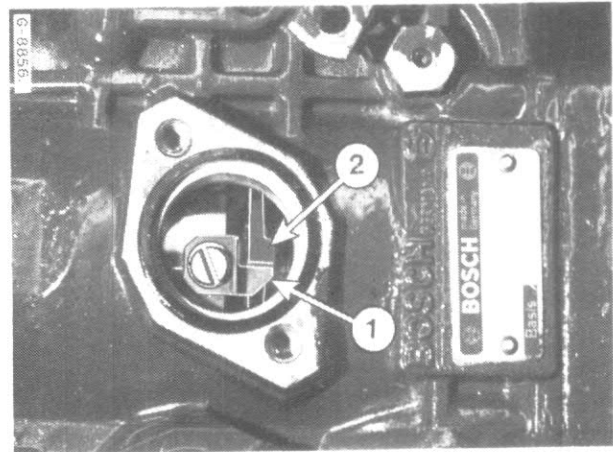

Figure 207
10. Tournez l'arbre de commande de la pompe d'injection jusqu'à ce que l'indicateur de la bague de galet coïncide avec le trait de la came de face (Fig. 207), ou jusqu'à ce que le comparateur indique une course du plongeur de 1,0mm. (Fig. 193a).
Enfin tournez le moteur pendant un cycle complet, et vérifiez que le calage de la poulie avant en course de compression coïncide avec celui de la came de face (Fig. 207) ou bien avec la course du plongeur de 1,0mm. indiquée au comparateur (Fig. 193a).
Si la position de l'indicateur de calage (1) Fig. 207 n'est pas claire, ou bien si le trait de la came de face ne se voit pas nettement, contrôlez le calage de la pompe au comparateur, en suivant la méthode A. Voir aussi Fig. 193a.